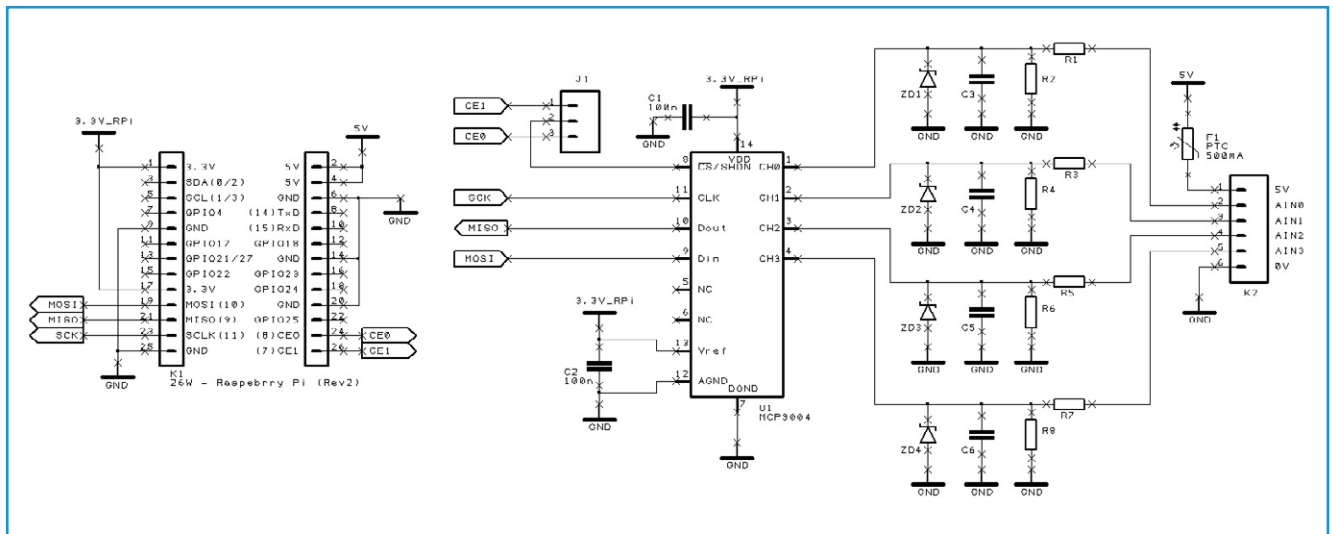

Bild 1. Schaltung der ADC-Erweiterung mit MCP3004 für Raspberry Pi.
**Bild 1** zeigt die einfache Beschaltung des MCP3004. Ausgangsseitig ist das IC direkt mit dem SPI-Interface von RPi verbunden. Per Jumper kann zwischen den SPI-CE-Sig-